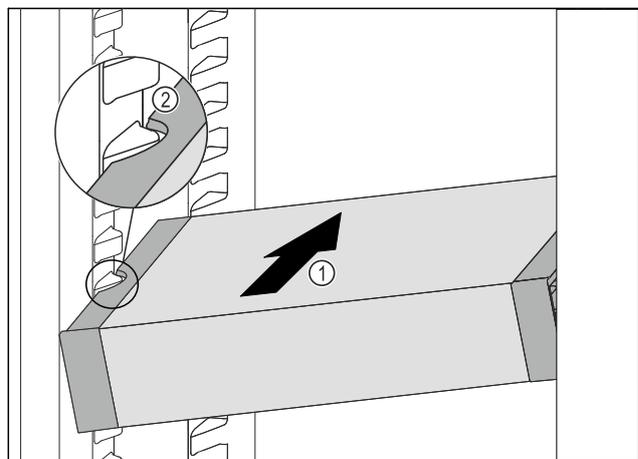

Fig. 41
- ▶ VarioSafe schräg in das Kühlteil einschieben Fig. 41 (1), bis sich die seitlichen Aussparungen Fig. 41 (2) des VarioSafes auf Höhe der Behälterrippe im Kühlteil befinden.